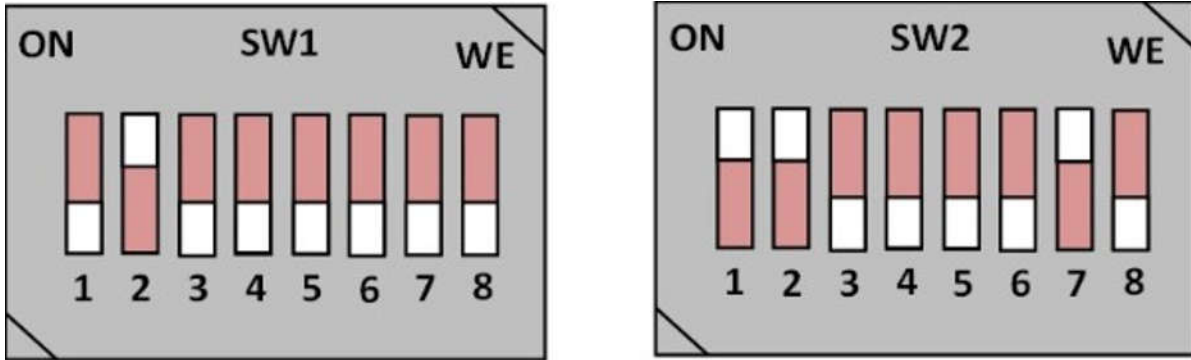

图 2-4. 示例引导模式 ( MMCS D 引导 )
1. 将 EVM 引导开关选择器 (SW1、SW2) 置于所选的引导模式。图 2-4 显示了 SD 卡的一个示例引导模式。